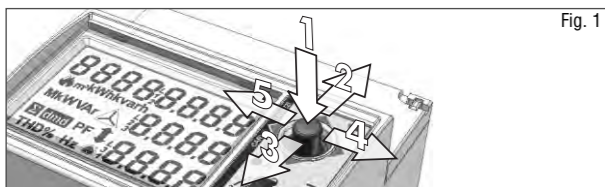

Fig. 1
#### JOYSTICK FUNCTIONS fig. 1
#### FUNZIONI DEL JOYSTICK fig. 1
Shown if the CT ratio is wrong. The text disappears after 2 minutes or pushing the joystick in direction 1 (fig 1).
Compare se il rapporto CT non è corretto. La scritta scompare dopo 2 minuti o premendo il joystick nella direzione 1 (fig 1).
Affichage du rapport CT si celui-ci est erroné. Le texte disparaît après 2 minutes ou en poussant la manette dans la direction 1 (fig 1).
Se muestra si la relación CT es errónea. El texto desaparece después de 2 minutos o empujando el joystick en la dirección 1 (fig 1).
#### FUNCIONES DEL JOYSTICK fig. 1
**16 End:** it allows exiting the programming mode by pressing the joystick in direction 1 (see fig. 1). Joystick directions 4 and 5